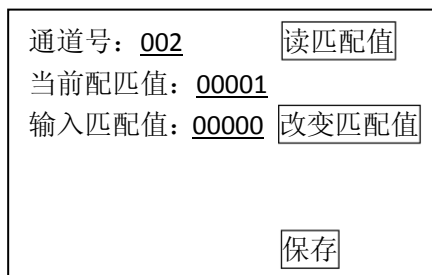

图 4-9
- 7、点击【读匹配值】：在当前匹配值栏会显示 00001，再按【改变匹配值】键；如图 4-9;